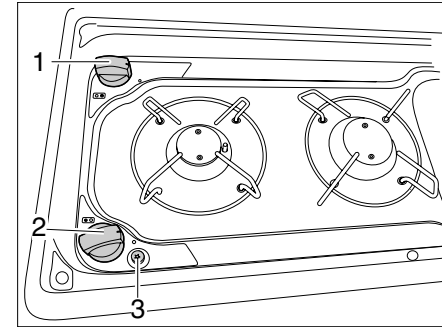

Bild 60 Bedienelemente für Gaskocher
- ▶ Drehregler (Bild 60,1 oder 2) der gewünschten Brennstelle auf Zündposition (große Flamme) drehen.
- ▶ Zündtaste (Bild 60,3) drücken.
- ▶ Drehregler (Bild 60,1 oder 2) auf 0-Stellung drehen. Die Flamme erlischt.